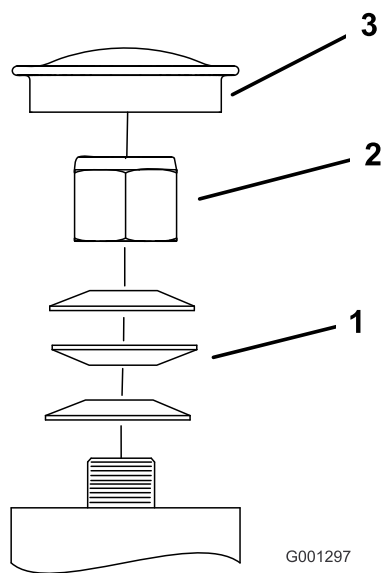

Bild 62
3. Entfernen Sie den Staubdeckel vom Laufrad und ziehen Sie die Sicherungsmutter an (Bild 62).
4. Ziehen Sie die Sicherungsmutter so weit fest, dass die Federscheiben flach liegen und schrauben sie dann um 1/4-Umdrehung heraus, um die Lager richtig vorzuspannen (Bild 62).
Wichtig: Achten Sie darauf, dass die Federscheiben richtig eingesetzt sind, siehe Bild 62.
5. Setzen Sie den Staubdeckel auf (Bild 62).